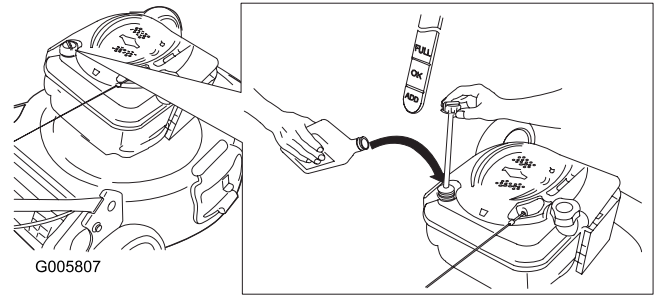

Figura 12
1. Retire la varilla, límpiela, y vuelva a colocarla (Figura 12).
2. Retire la varilla y compruebe el nivel de aceite (Figura 12). Si el nivel de aceite está por debajo de la marca **Add** de la varilla, vierta **lentamente** aceite en el tubo de llenado hasta que el nivel llegue a la marca **Full** de la varilla. **No llene demasiado.** (Capacidad máxima: 0,59 l, tipo: SAE 30W, aceite detergente con clasificación de servicio API SF, SG, SH, SJ, SL o superior.)